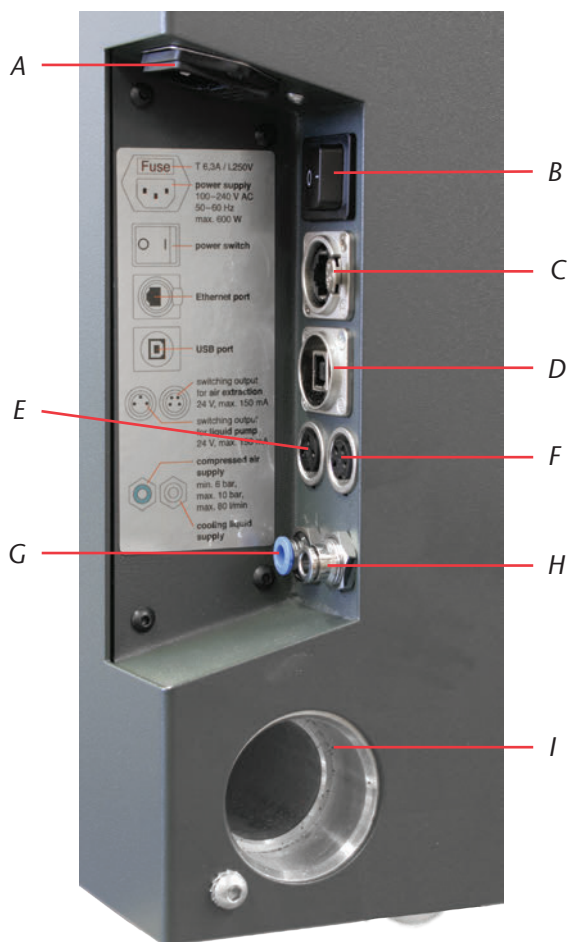

FIGURA 3: PANNELLO COLLEGAMENTI DEI MODELLI S IMPRESSION
Utilizzare esclusivamente cavi originali vhf per il collegamento alle due uscite di comando (vedi figura 3). Qualora si utilizzi un altro tipo di cavo USB, accertarsi che non superi i 3 metri di lunghezza.
Il tubo flessibile aria compressa (tubo flessibile blu) andrà innestato nel collegamento contrassegnato in **blu** (a sinistra in basso nel pannello collegamenti, vedi figura 3). Il tubo **non** andrà innestato nel collegamento in metallo prezioso, poiché senza aria compressa la macchina non si avvierà.
- M2.** Allacciare l'unità di comando opzionale all'uscita di comando per l'aspiratore esterno (vedi figura 3 a pagina 19).